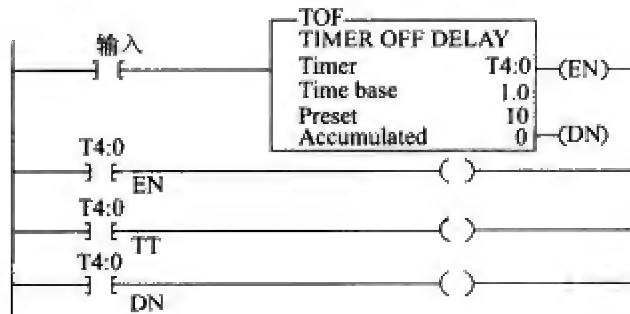

图 7-36
9. 研究图 7-36 所示的通延时定时器的逻辑梯形图程序, 按照以下各状态, 确定定时器是否复位、正在计时、完成计时或状态不存在。